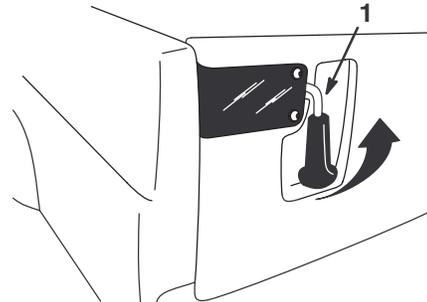

Bild 25
1. Heben Sie die Riegelgriffe an, um die Riegel an der hinteren Bordwand zu öffnen (Bild 25). Diese schnappen dann in Richtung der Mitte der hinteren Bordwand aus. Senken Sie die hintere Bordwand langsam ab.